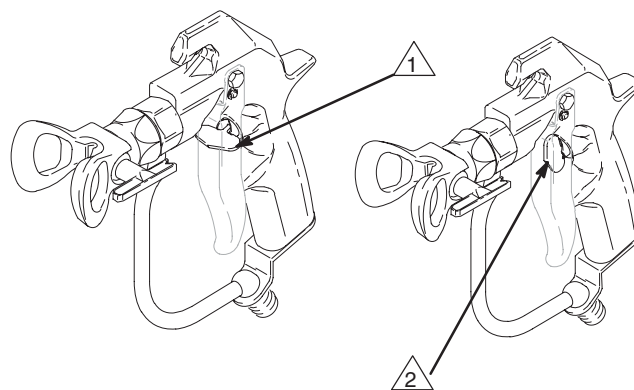

Fig. 1
1. Vrid avtryckarspärren så att den är i rätt vinkel mot pistolen så låses avtryckaren. Se Fig. 1.
2. Tryck ut spärren och vrid den till parallellt med pistolen så låses avtryckaren upp. Se Fig. 1.